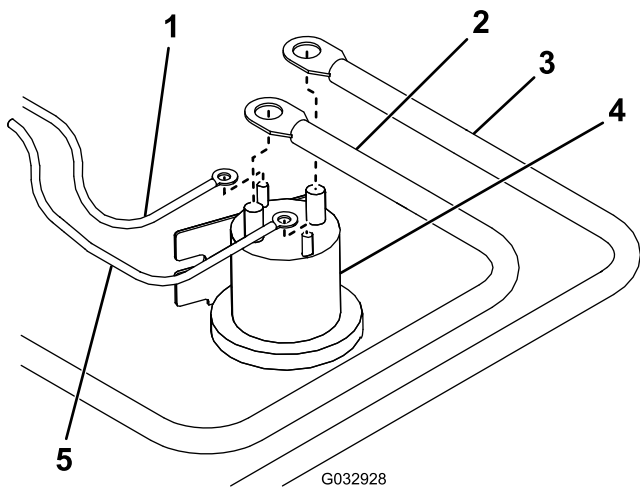

Bild 15
9. Schließen Sie das weiß/schwarze Kabel vom Kabelbaum an den kleinen Pol an der Pumpenstromspule an (Bild 15).
10. Schließen Sie das braune Kabel mit dem kleinem Ringanschluss an den anderen kleinen Pol an der Pumpenspule an (Bild 15).
11. Schließen Sie das rote Strom- bzw. Erdungskabel am großen Pol an der Pumpenstromspule an (Bild 15).
12. Schließen Sie das Batteriekabel am anderen großen Pol an der Pumpenstromspule an (Bild 15).